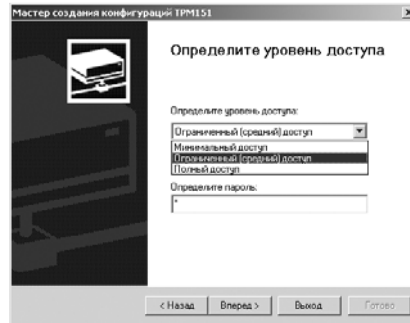

Рис. 25
**Если модификация успешно считана,** на экране сразу появится окно с приглашением выбрать уровень доступа (см. рис. 25).
Выберите модификацию Вашего прибора («Модификация № 1»). Нажмите клавишу [Вперед] – откроется окно с приглашением выбрать уровень доступа (рис. 25). Переходите к п. 4.